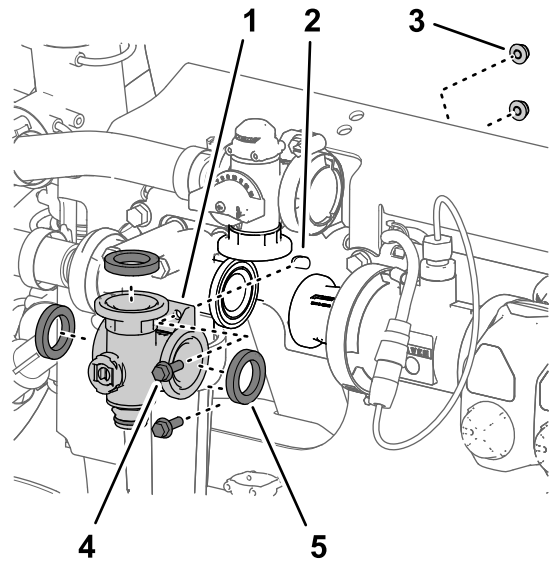

图 114
3. 松开将搅拌阀歧管固定至阀支架的 2 个凸缘头螺栓  $\frac{1}{4} \times \frac{3}{4}$  英寸和 2 个凸缘锁紧螺母  $\frac{1}{4}$  英寸图 114。
4. 从机器上卸下搅拌阀歧管和垫片图 114。